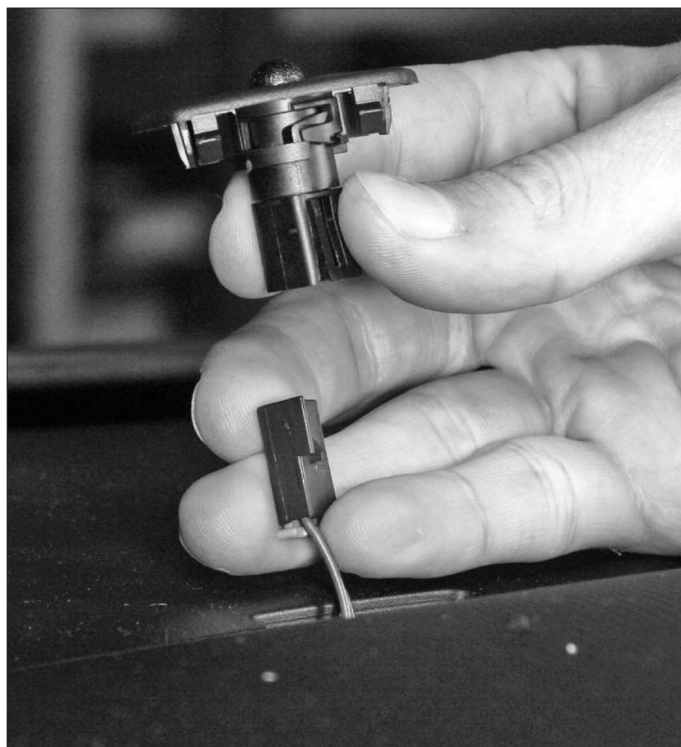

FIG. 46
• Dégraffer puis déposer le capteur d'ensoleillement (Fig.46).